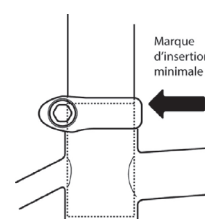

Figure 7
**⚠ AVERTISSEMENT : Si vous laissez la tige de selle dépasser la ligne d'insertion minimale (réf. figure 7), le tube de selle risque de se briser, ce qui peut engendrer une perte de contrôle du vélo et une chute.**